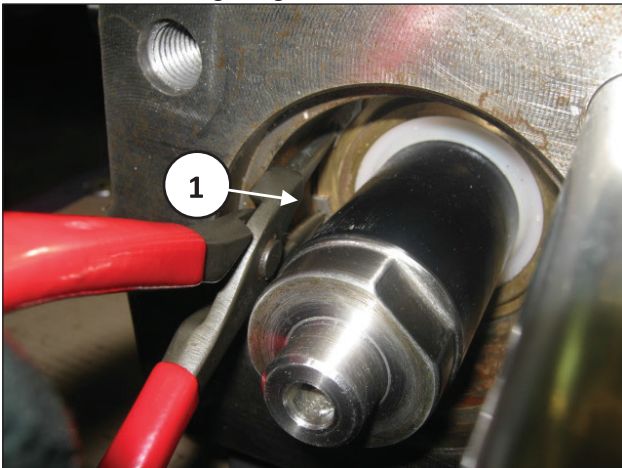

Abb. 122
Entfernen Sie die Seegerringe Ø78 (Pos. ①, Abb. 122).